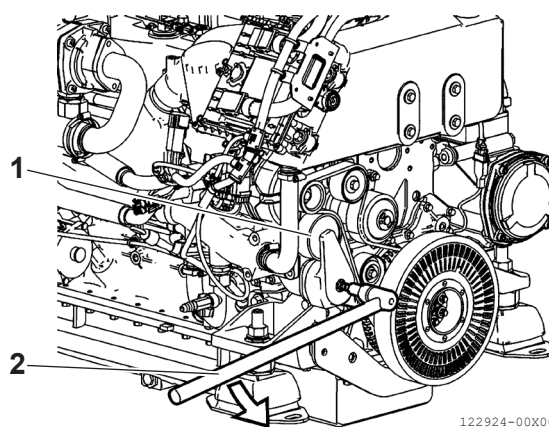

Figura 18
- Al mismo tiempo, asegúrese de que el dispositivo tensor (**Figura 18 [1]**) funcione correctamente, actuando como se indica en la figura.